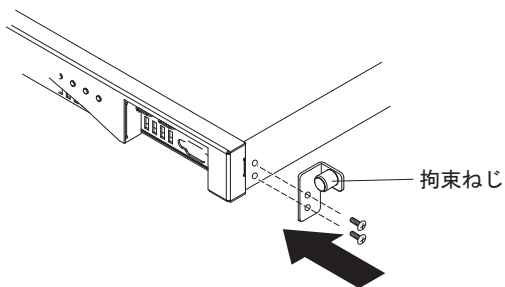

図8. ブラケットのアプライアンス・シャーシへの取り付け
3. 図8 に示すように、拘束ねじでブラケットを取り付けます。右ブラケットをアプライアンス・シャーシに取り付けます。